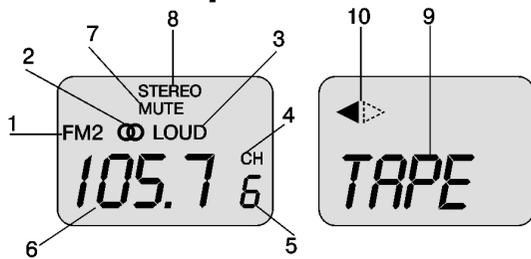

рис. 2
12. Жидкокристаллический дисплей. (Рис.2)